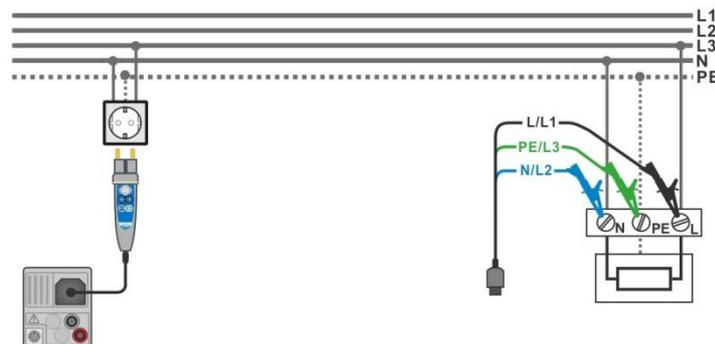

Abbildung 7.29: Anschluss des Commander-Prüfsteckers und der Dreileiter-Prüfleitung
- › Schließen Sie die Prüfleitungen oder den Commander Prüfstecker am Prüfling an, siehe **Abbildung 7.29**.